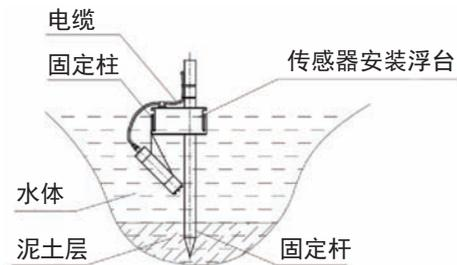

图2
1.如图2所示，将固定杆（固定杆直径小于 $\varphi 50$ ）插入泥土层使其固定，将传感器安装浮台套在固定杆上，使浮台自然漂浮在水面上。